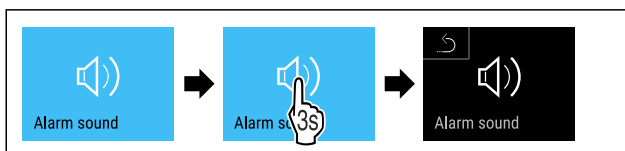

Fig. 111
- ▶ Seguir los pasos de procedimiento (consulte Fig. 111) .